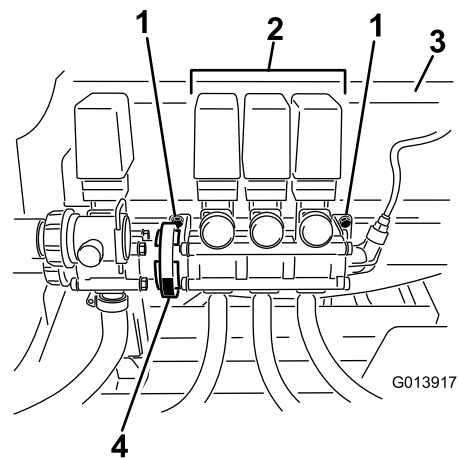

Figura 3
- Desaperte, mas não retire, os parafusos que prendem o conjunto da válvula da rampa ao suporte de montagem (Figura 3).